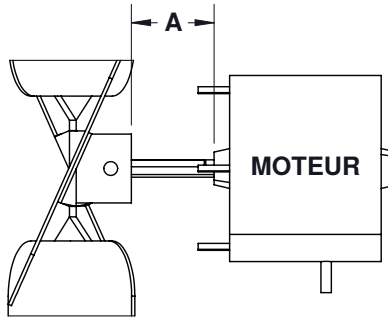

Figure 9. Espacement du ventilateur et du moteur (reportez-vous au Tableau 7)
6. Assurez-vous que la roue du ventilateur est positionnée correctement sur l'arbre (voir Figure 9) et que la vis de réglage est serrée conformément au couple indiqué dans le Tableau 7.
*Voir Figure 9.